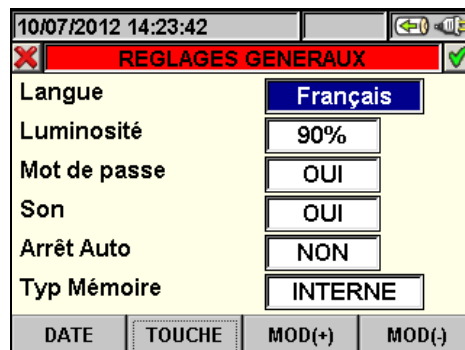

Fig. 9 : Page-écran Réglages généraux
- Appuyer sur la touche **F1** (ou sur la touche **DATE** à l'écran) dans la page-écran montrée à la Fig. 9. L'instrument montre la page-écran qui suit :